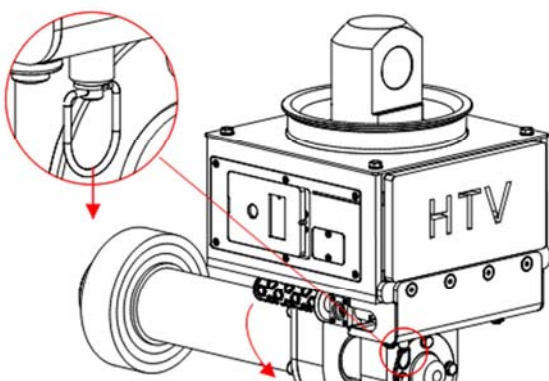
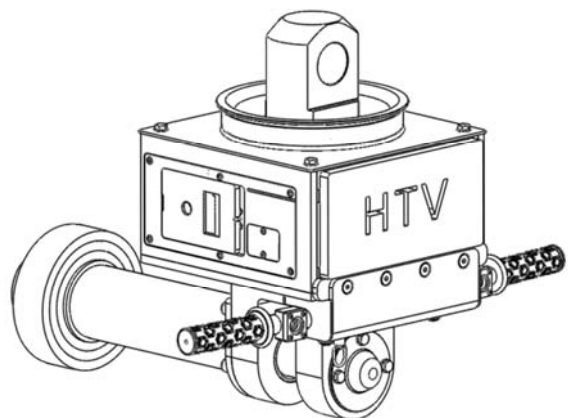

Figura 29 - Posicionador manillar
Figura 30 - Manillar desplegado
1. Estirar la argolla del posicionador del manillar (Figura 29 - Posicionador manillar) y desplegar el manillar hasta que el posicionador fije de nuevo el manillar de manera que los dos manguitos queden alineados (Figura 30 - Manillar desplegado).